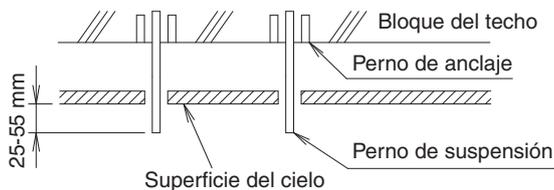

Fig. 9
(4) Instale los pernos de suspensión.
- Previamente ajuste la longitud del perno de suspensión en relación con el techo. **(Refiérase a la Fig. 9)**
- Las partes que se muestran en la **Fig. 9** son provistas por el instalador.